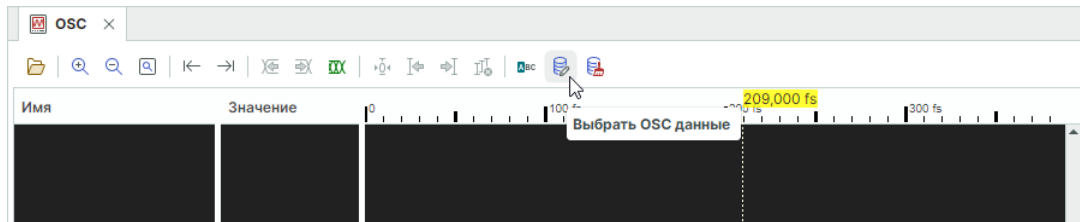

Рис. 30 Расположение кнопки «Выбрать OSC данные»
2. В окне осциллографа на панели инструментов окна осциллографа нажмите  для выбора данных, см. Рис. 30.